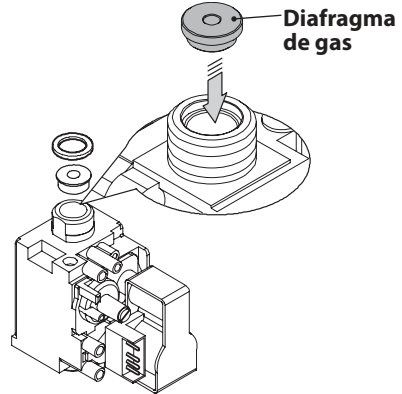

Figura 8.2
- Realice el cambio del tipo de gas sustituyendo correctamente el diafragma de gas (Figura 8.2), consultando la sección "Datos técnicos M260MK.2025 SM/T" en la pág. 30 y "Datos técnicos M260MK.2530 SM/T" en la pág. 34.